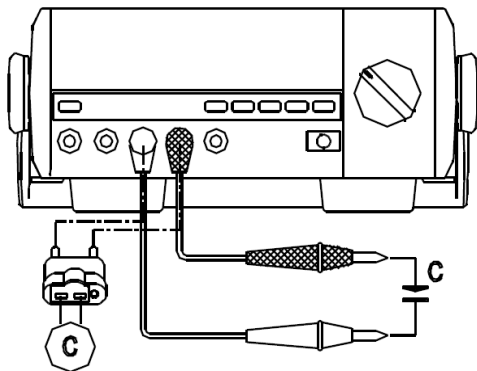

Рисунок 8
**F. Измерение емкости (см. рисунок 8)**